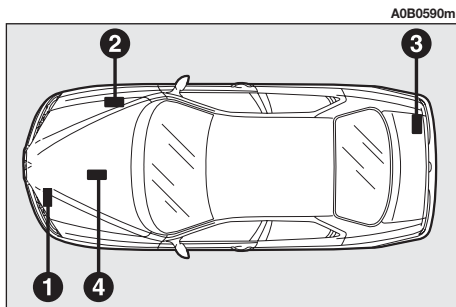
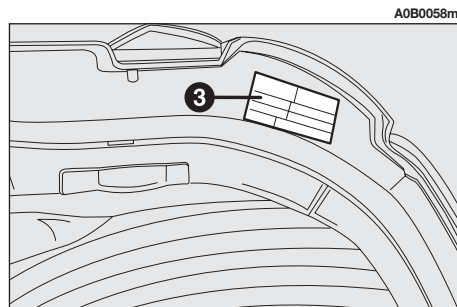

fig. 1
fig. 2
- Versions Berline = **fig. 1**
- Versions Sportwagon = **fig. 2**
Sur les versions Berline, la plaque est appliquée dans la partie interne du coffre à bagages (**3-fig. 1**), lorsque sur les versions Sportwagon elle est appliquée sur le bord interne, droit du hayon (**3-fig. 2**). Cette plaque (**fig. 3**) fournit les données suivantes: